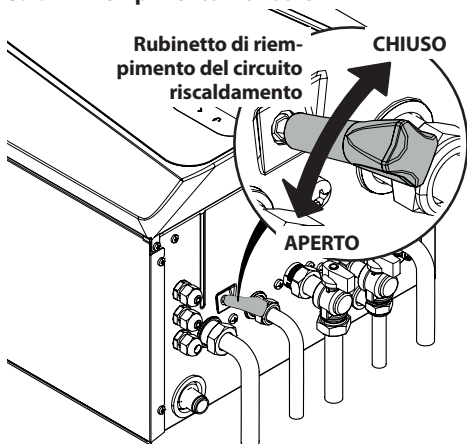
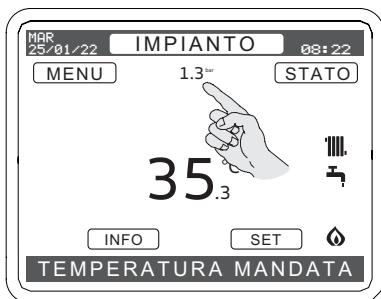

Figura 3.1
Figura 3.2
- Nella parte superiore di display è visualizzata la pressione del circuito riscaldamento (Figura 3.2).
Aprire il rubinetto di riempimento in Figura 3.1 posto sotto la caldaia e verificate contemporaneamente la pressione del circuito riscaldamento sul display. La pressione dovrà essere compresa tra un valore di 1 bar, 1,5 bar (es. 1,3 bar in Figura 3.2).